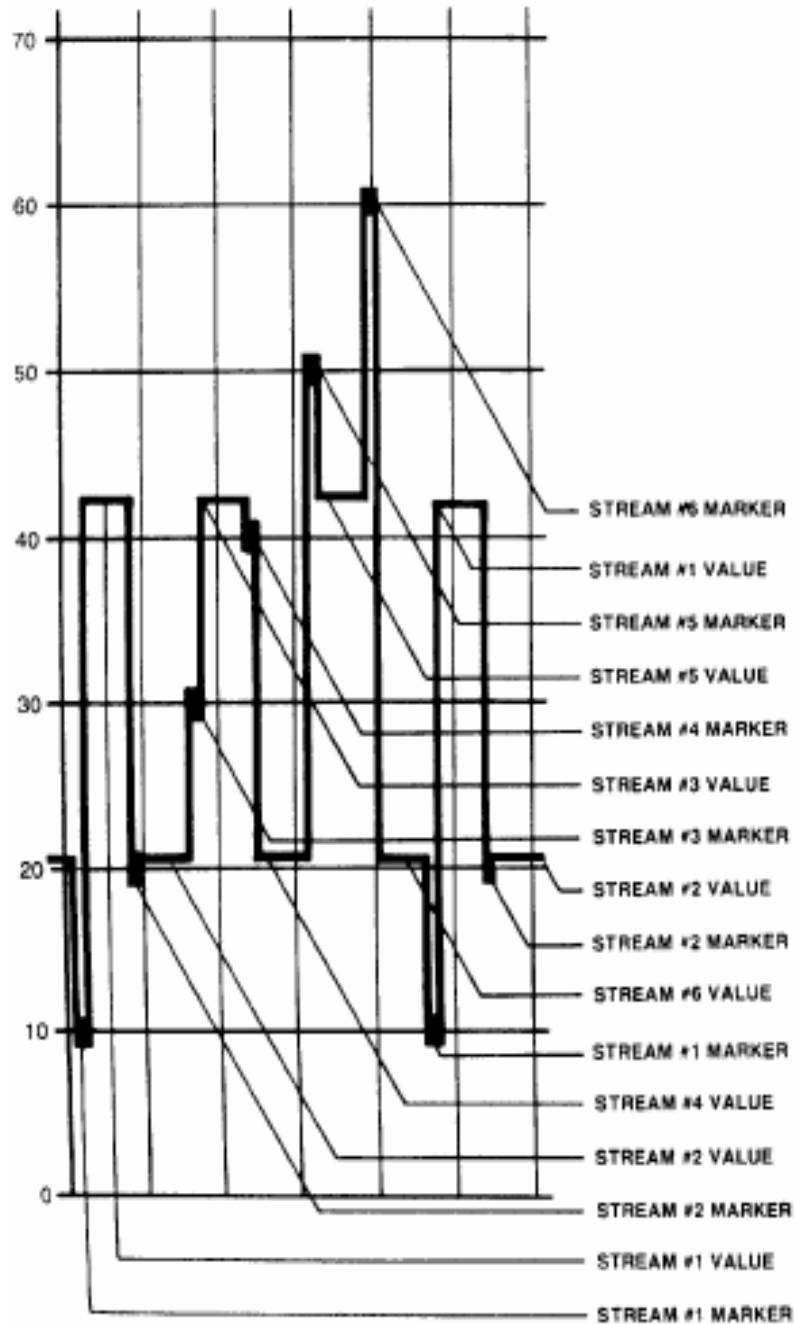

图 9-2 显示流路标志和数值的典型六流路分析记录图
5. 把显示板侧边缘伸出的带状连接电缆连接到多流路电路板的连接器上。见图9-2。